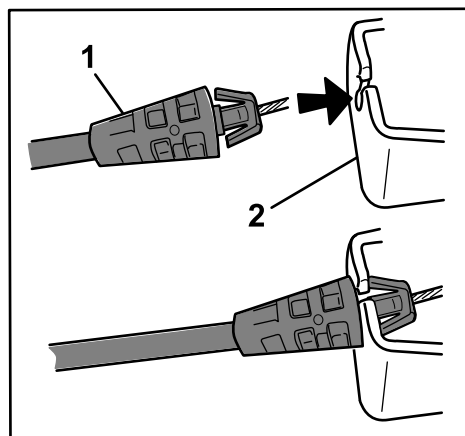

Figura 3
8. Introduzca el anclaje del cable en el taladro del soporte de la caja de engranajes de la transmisión, según se muestra en Figura 3.